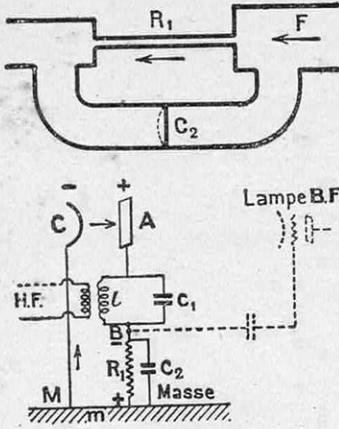

FIG. 16. — MÉCANISME DE LA DÉTECTION PAR LAMPE DIODE ET ANALOGIE HYDRAULIQUE
Les oscillations de haute fréquence sont appliquées entre la cathode et l'anode de la lampe diode (fig. 16). Chaque fois que, sous l'influence des oscillations, l'anode sera positive, le courant passera dans le circuit $CABM$ (1). Ce courant sera redressé comme l'indique la courbe b de la figure 15. Chaque impulsion, par suite de la chute de potentiel à travers la résistance R , rendra le point B négatif par rapport au point M (fig. 16). Il est évident que plus l'amplitude
(1) Nous avons tracé le sens réel du courant, celui du trajet des électrons, qui est, on le sait, l'inverse du sens du courant que l'on convient d'adopter d'ordinaire, du plus au moins.